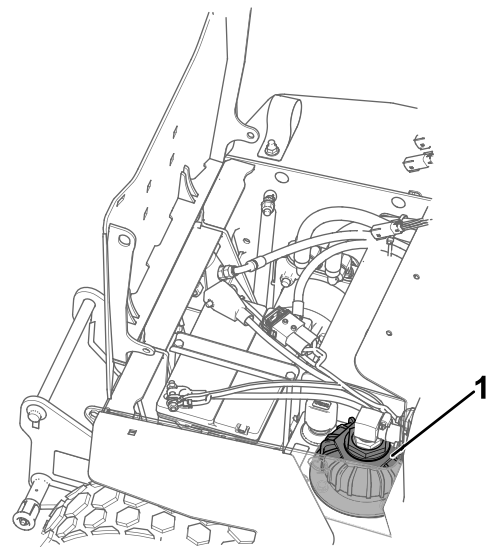

Bild 52
- A. Schrauben Sie den Hydraulikbehälterdeckel ab (Bild 52).